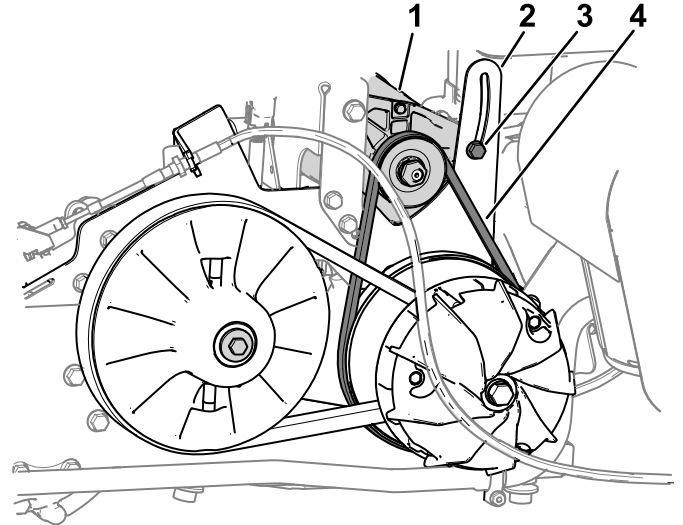

Bild 57
1. Lösen Sie die Drehmutter für den Startergenerator (Bild 57).
3. Drücken Sie das Stemmeisen nach unten, um den Anlasser nach unten im Schlitz der Drehhalterung (Bild 57) zu drehen, bis die Riemenspannung nur eine Auslenkung von 6 mm erlaubt, wenn Sie eine Kraft von 44 N·m aufbringen.